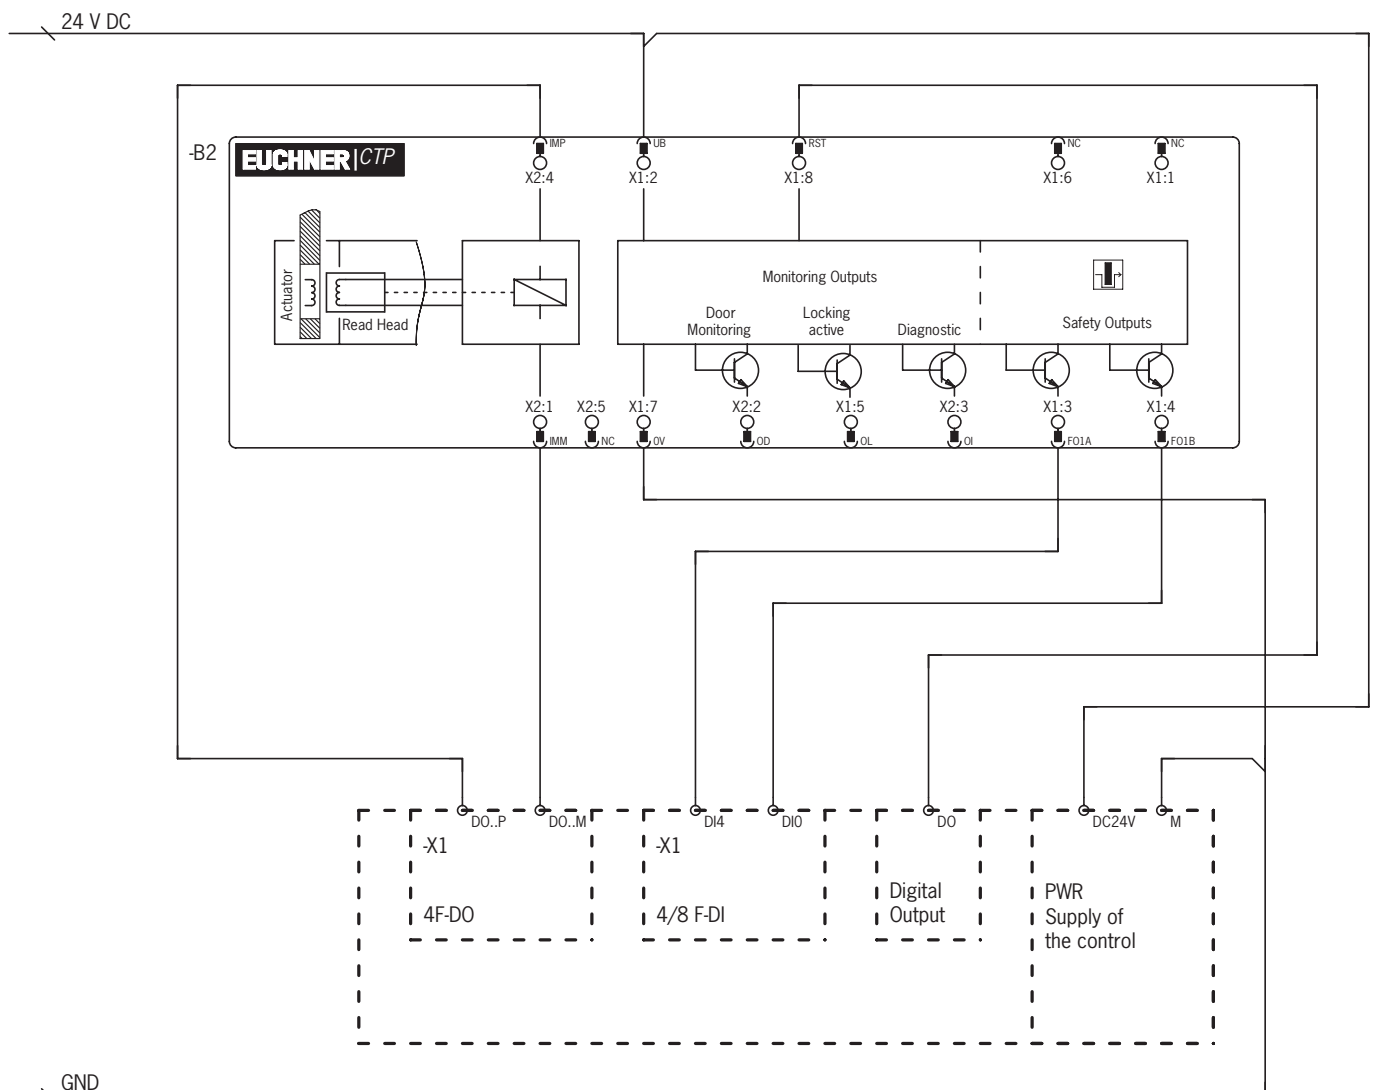

Figure 4 : Exemple de raccordement à ET200
- En cas de commande sur deux voies de la tension de l'électroaimant par des sorties de sécurité d'une commande / d'un automate, il convient de respecter les points suivants (voir aussi *Figure 4 à la page 20*) :